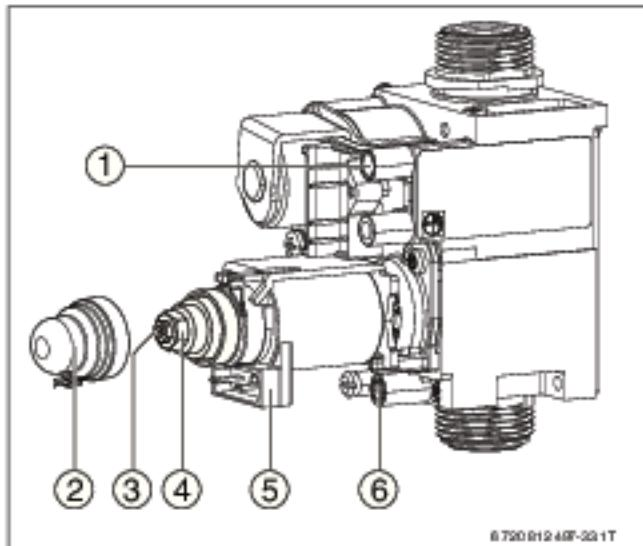

Рис. 26 Газовая арматура
- Отверните запорный винт штуцера измерения давления на форсунках (→ рис. 26, [1]) и подсоедините U-образный манометр.
- Снимите крышку (→ рис. 26, [3]).
- Настройка максимального давления на форсунках: Установите давление на форсунках регулировочным винтом максимального расхода газа (→ рис. 26, [5]) (при этом удерживайте регулировочный винт минимального расхода газа). Поворот направо - больше газа, поворот налево - меньше газа.
- ▶ Отсоедините один из проводов катушки модуляции (→ рис. 26, [2]).
- ▶ Настройка минимального давления на форсунках. Установите давление на форсунках регулировочным винтом минимального расхода газа (→ рис. 26, [4]) (при этом удерживайте регулировочный винт максимального расхода газа).